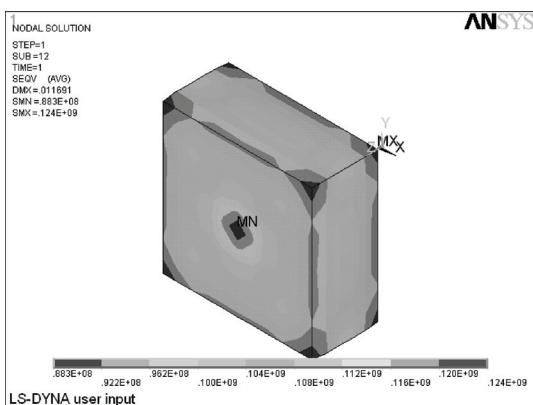

图 5-253 等效应力等值线图
7) 选择 Main Menu | General Postproc | Plot Results | Contour Plot | Nodal Solu 命令, 出现 Contour Nodal Solution Data 对话框, 选择 Nodal Solution | Stress | von Mises stress, 单击 Apply 按钮, ANSYS 显示窗口显示等效应力场等值线图, 如图 5-253 所示。